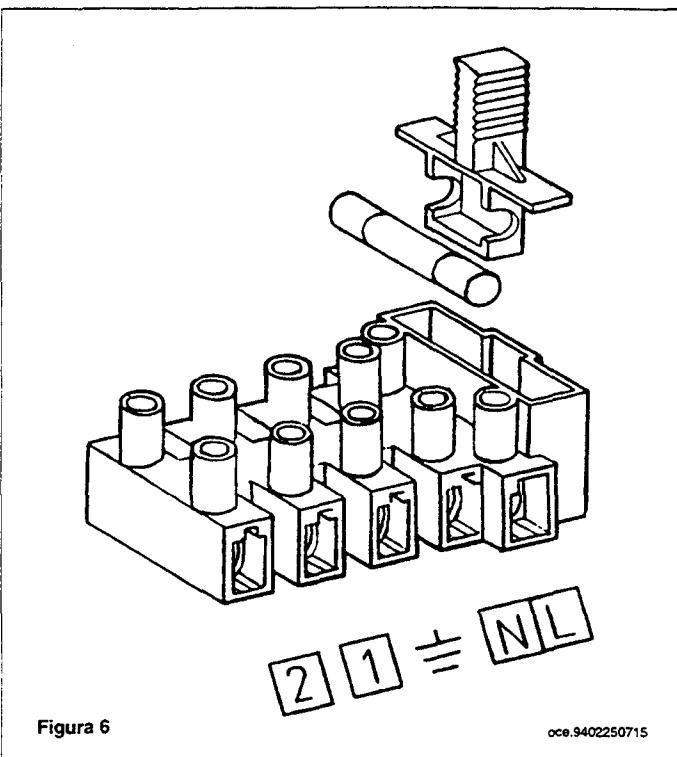

Figura 6
- acceder al tablero de bornes de alimentación (figura 6) como descrito en el capítulo precedente;
- remover el puente sobre los bornes (1) y (2);
- chegar ao quadro dos terminais de alimentação (figura 6) como descrito no capítulo precedente;
- tirar a ligação em ponte presente nos terminais (1) e (2);